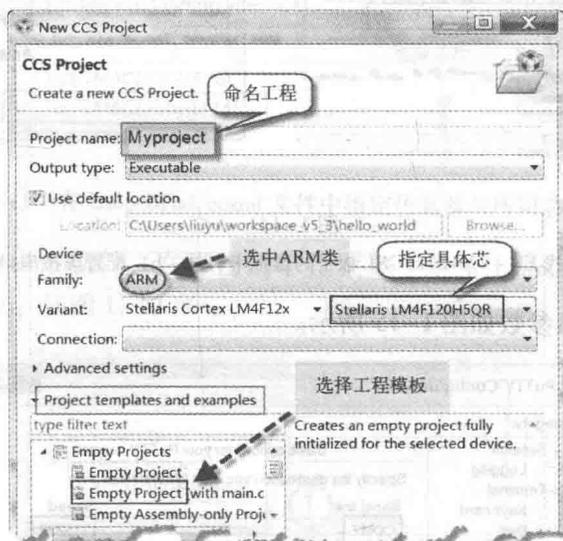

图 1-18 新工程配置
2) 配置新工程 (见图 1-18), 然后按 Finish 按钮完成新工程配置, 生成的 Myproject 工程如图 1-19 所示。